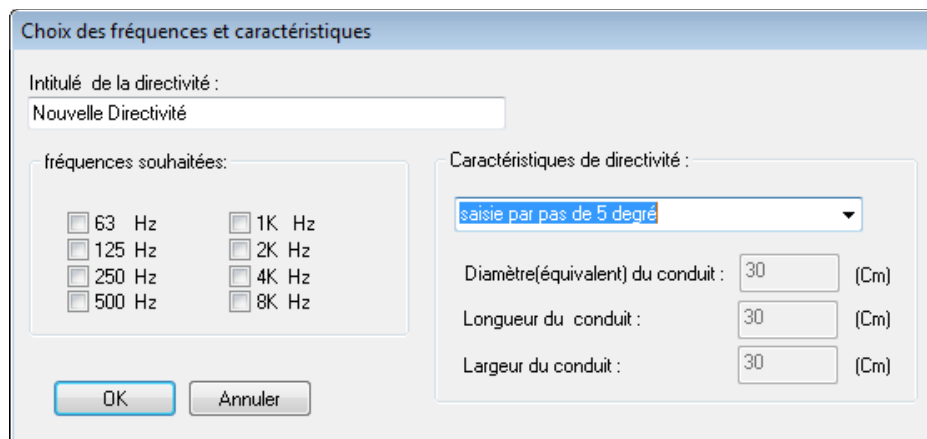

figure 25
- Cliquer sur « **Nouvelle** », une petite fenêtre s'ouvre (figure 25) :